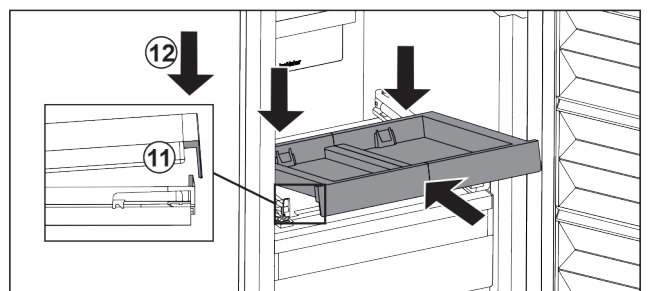

Fig. 127
- ▶ Вставити навкоси. Звертайте увагу, щоб з обох боків упор був за накладкою. Fig. 127 (11)
- ▶ Витяжну панель опустити спереду. Fig. 127 (12)